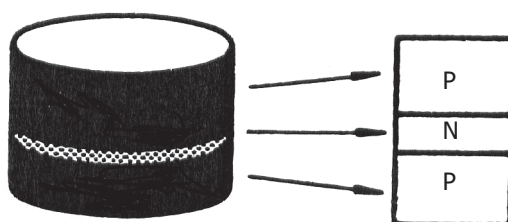

Fig. 3
– outro, com pastilhas externas de material P e pastilha central de material N, denominado de *transistor bipolar PNP*. (Fig. 3)